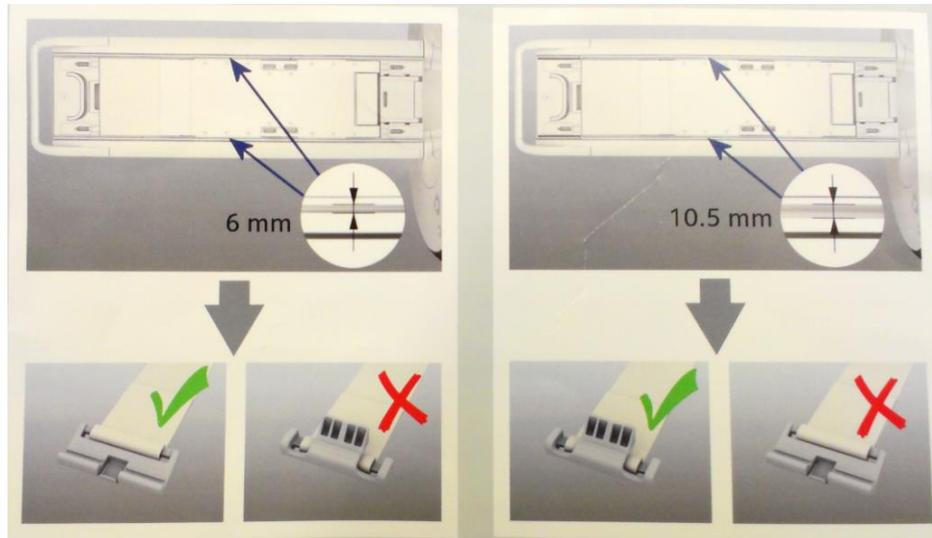
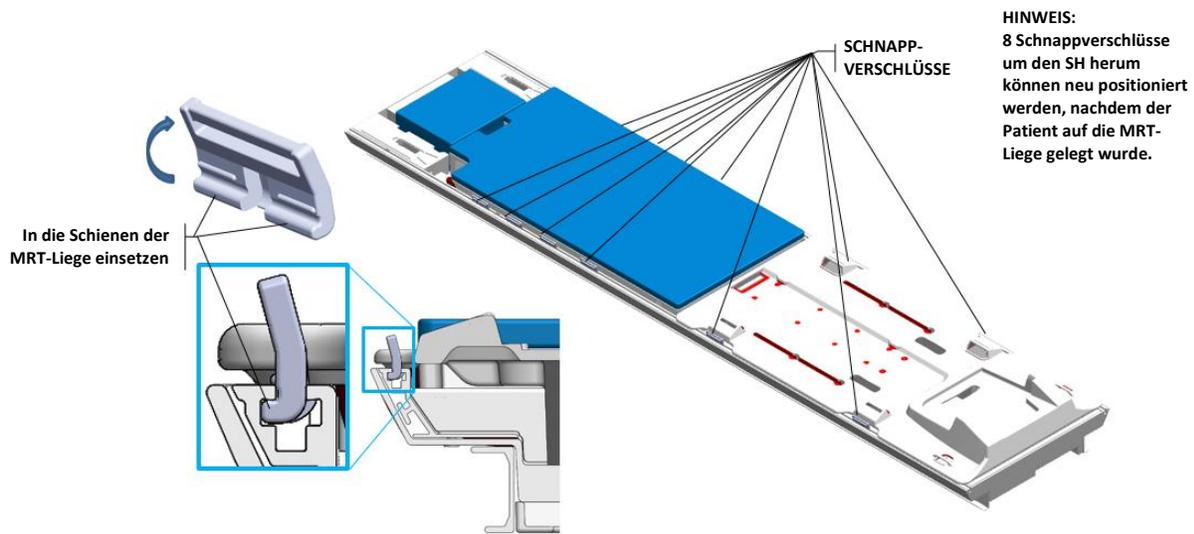

Abbildung 19: Lage und Größe der Schnappverschlüsse auf den Tischschienen
Abbildung 20: Platzierung und Anbringen der Gurte am MRT-Tisch (mit 6-mm-Schnappverschlüssen)
1. Bringen Sie acht Schnappverschlüsse aus dem Basisplattenzubehör an den MR-Tischschienen an. Die Schnappverschlüsse zum Fixieren nach oben einrasten lassen (Abbildung 19 und Abbildung 20).